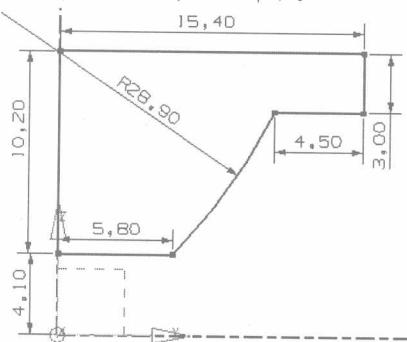
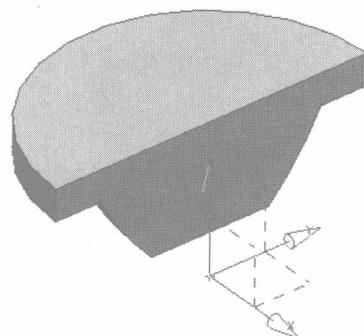

图1-2
图1-3
- (1) 在菜单栏中选取【插入】/【设计特征】/【回转】命令，弹出【回转】对话框，激活【草图截面】，弹出【创建草图】对话框。
- (2) 设置类型为【在平面上】方式，选取  $yc-zc$  平面作为草绘的平面，单击【确定】按钮进入草图，绘制图 1-2 所示的图形。
- (3) 在【草图生成器】工具条中单击【完成草图】按钮，退出草绘界面，返回【回转】对话框。
- (4) 指定  $zc$  轴作为回旋中心轴，输入角度值为“180”，单击【确定】按钮创建回转特征，如图 1-3 所示。